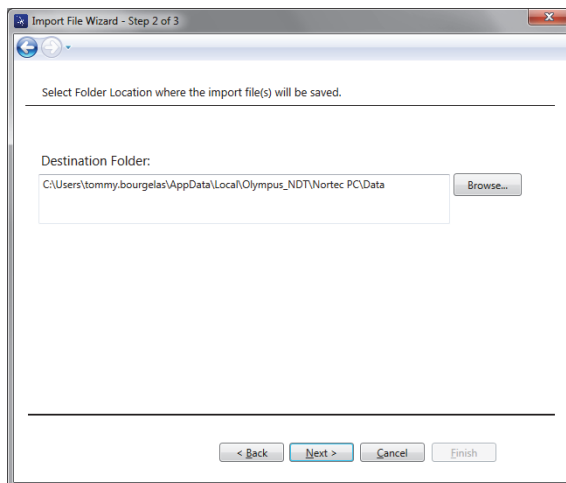

図 6-2 ファイルのインポートウィザードのフォルダの選択
2. **Browse** (参照) ボタンを使用してインポートしたファイルの保存先のフォルダ場所を選択し、**Next** (次へ) リックします (306 ページの図 6-2 を参照)。